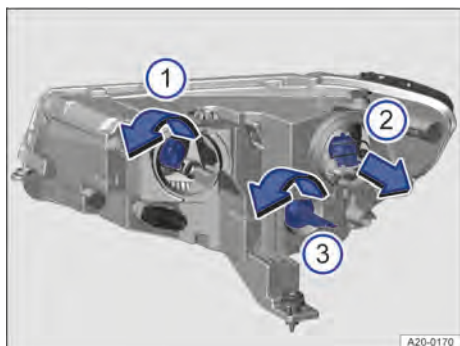

Fig. 173 Dans le compartiment-moteur : remplacement des ampoules du projecteur droit
2. Faites tourner le porte-ampoule → fig. 173 ① dans le sens de la flèche jusqu'en butée et extrayez-le vers l'arrière.
4. Placez le porte-ampoule dans le projecteur, puis tournez-le dans le sens inverse de la flèche jusqu'en butée → fig. 173 ①.
2. Retirez le porte-ampoule dans le sens de la flèche → fig. 173 ②.
4. Placez le porte-ampoule → fig. 173 ② dans le projecteur et enfoncez-le dans le sens inverse de la flèche.
1. Faites tourner le porte-ampoule → fig. 173 ③ dans le sens de la flèche jusqu'en butée et extrayez-le vers l'arrière.
3. Placez le porte-ampoule dans le projecteur, puis tournez-le dans le sens inverse de la flèche jusqu'en butée → fig. 173 ③.